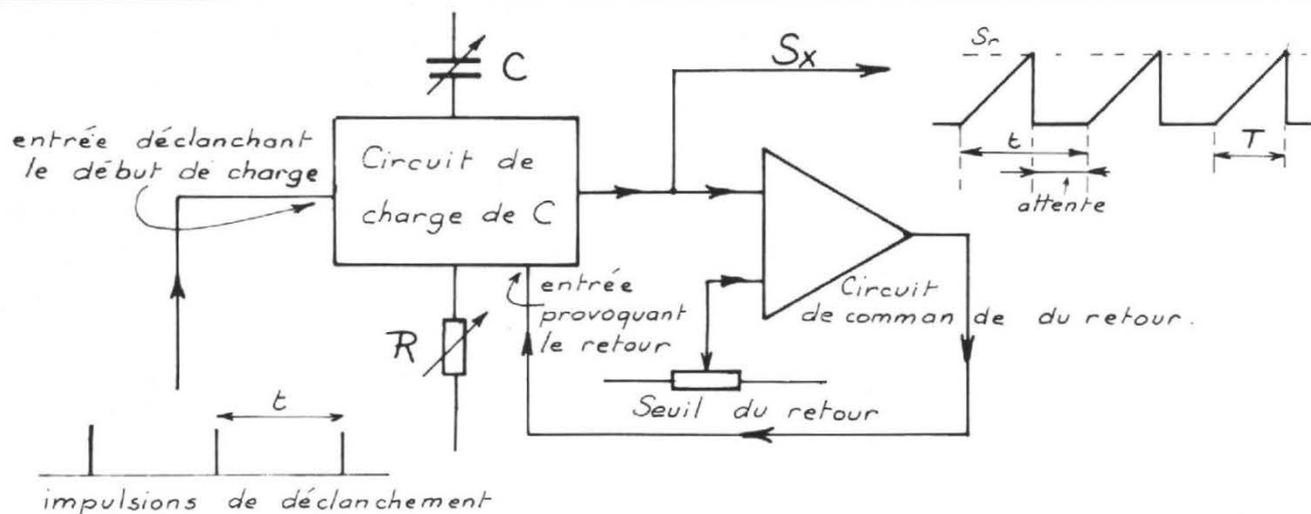

Fig. 11. - Principe de la base de temps déclenchée. T est rigoureusement indépendant de t.
- La base de temps **DECLENCHEE**. Voir figure 11.